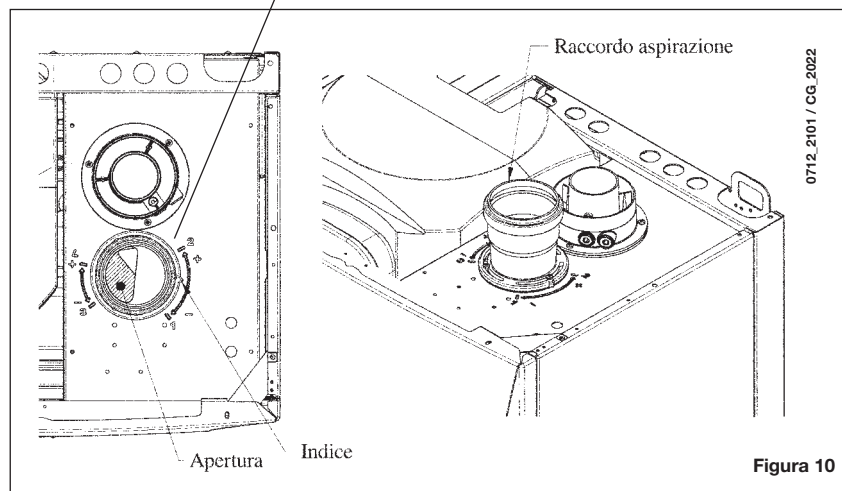

Figura 10
- accedere alla morsettiere di alimentazione (figura 10);
- collegare i terminali del termostato ambiente sui morsetti (1) e (2);